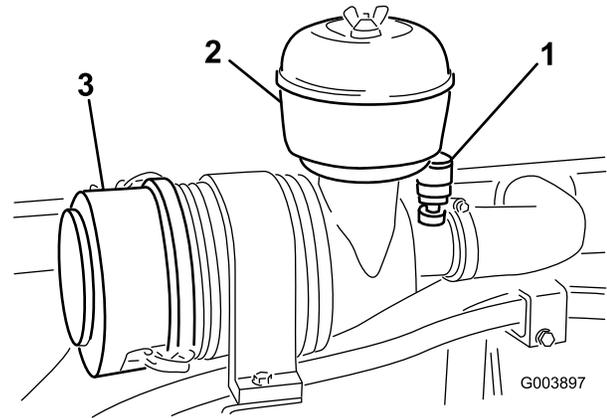

図 50
1. 各カバー取り付けボルトから蝶ネジを外してカバーとプレクリーナを分離する (図 50)。
エア・クリーナ・ハウジングの上部についている整備インジケータ (図 50) が赤にならないうちは整備をしないでください。
1. ラッチを外し、エア・クリーナのボディからカバーを外す (図 50)。
9. インジケータ (図 50) が赤になっている場合はリセットする。